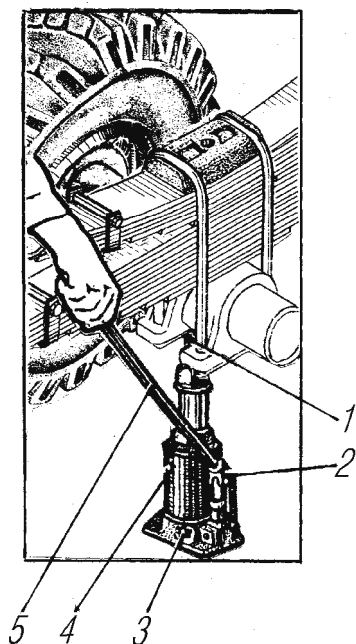

Рис. 121. Пользование домкратом:
- установить домкрат в нужное положение, вывернуть винт 1 (рис.121) на требуемую величину, при слабом грунте для увеличения площади опоры предварительно положить под основание домкрата прочную доску или другой плоский предмет;